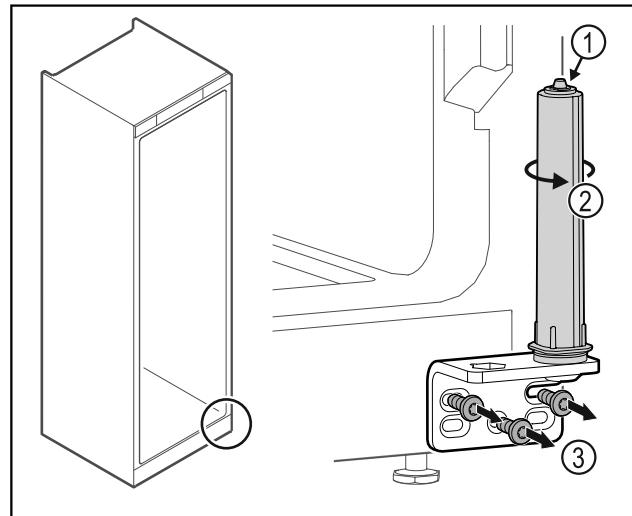

Fig. 37
- Türschließsystem nicht zerlegen Fig. 37 (1).
- Schließsystem Fig. 37 (2) drehen, bis es klickt .
- Scharnierwinkel Fig. 37 (3) abschrauben.